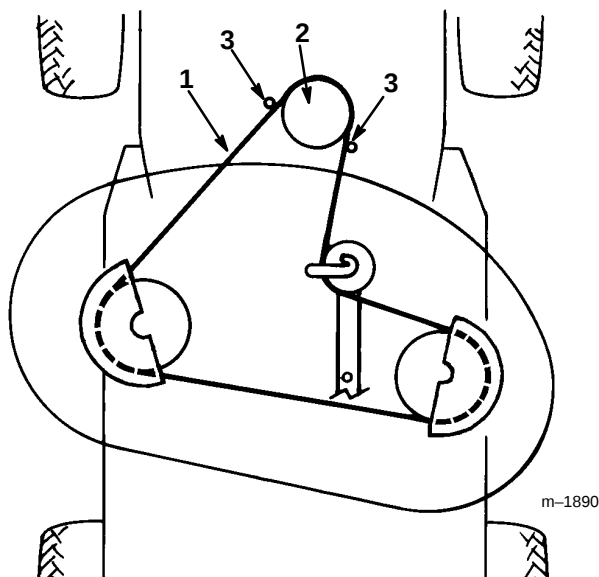

Abbildung 41
14. Den Mähwerkriemen von der unteren Motorscheibe abnehmen (Abb. 41). Wenn vorsichtig vorgegangen wird, können die Riemenführungen gerade so weit von der Riemenscheibe weggezogen werden, daß der Riemen abgenommen werden kann. Wenn es zu schwierig ist, den Riemen zu entfernen, die Schrauben und Muttern lösen, mit denen die Riemenführungen befestigt sind.
- Den Mähwerkriemen an der unteren Motorscheibe anbringen (Abb. 41). Wenn vorsichtig vorgegangen wird, können die Riemenführungen gerade so weit von der Riemenscheibe weggezogen werden, daß der Riemen angebracht werden kann. Wenn es zu schwierig ist, den Riemen anzubringen, die Schrauben und Muttern lösen, mit denen die Riemenführungen befestigt sind.